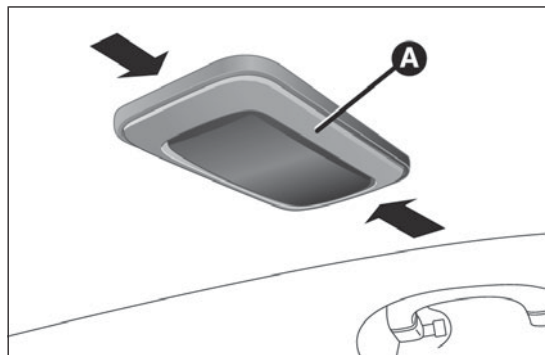

fig. 194
- ☐ actuar en el punto indicado por las flechas y retirar el plafón A fig. 194;
- ☐ volver a montar el plafón A fig. 194 introduciéndolo en su posición correcta, primero de un lado y, a continuación, presionando del otro hasta oír el "clic" de bloqueo.